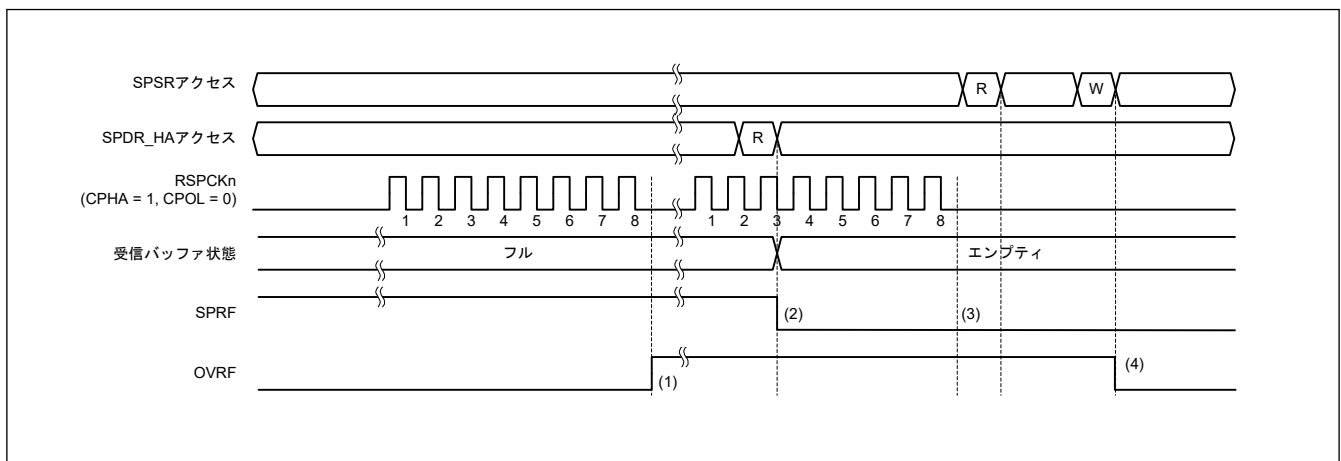

図 30.37 OVRF フラグおよび SPRF フラグの動作例
図 30.37 に OVRF フラグと SPRF フラグの動作例を示します。図 30.37 に示す SPSR アクセスと SPDR_HA アクセスは、それぞれ SPSR レジスタと SPDR_HA レジスタへのアクセス条件を示します。W は書き込みサイクル、R は読み出しサイクルを示します。この例では、SPCMDm.CPHA ビットが 1、SPCMDm.CPOL ビットが 0 の設定で、SPI が 8 ビットのシリアル転送を実行しています。RSPCKn 波形の下に記載した数字は RSPCK サイクル数 (= 転送ビット数) を示しています。
以下に、図 30.37 の (1) ~ (4) に示したタイミングでのフラグの動作内容を説明します。